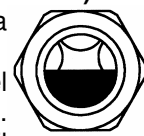

fig. 7
Rellene con aceite hasta la mitad del indicador de nivel (642) (fig. 7). Mantenga exactamente ese nivel. El sobrellenado aumenta la temperatura del cojinete y posiblemente causará fugas de aceite. Si el nivel de aceite es demasiado bajo, puede producirse escasez de lubricación.